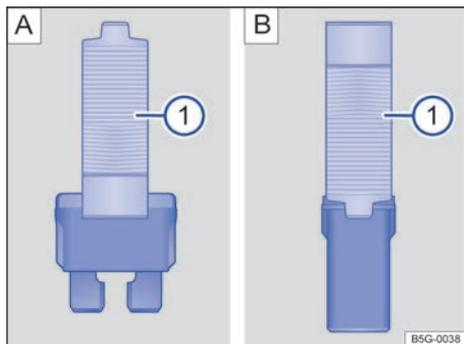

Fig. 189 Extraer o colocar el fusible con las pinzas de plástico: **A** Fusible enchufable plano. **B** Fusible tipo bloque.
- En función del tipo de fusible, desplace las pinzas correspondientes → fig. 189 **A** ① o → fig. 189 **B** ① lateralmente sobre el fusible.
- Si el fusible se ha fundido, sustitúyalo por uno nuevo del *mismo* amperaje (de igual color y grabado) y del *mismo* tamaño → ①.